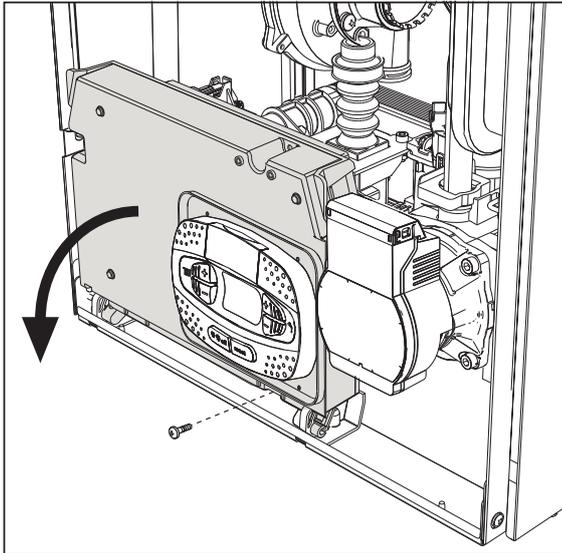
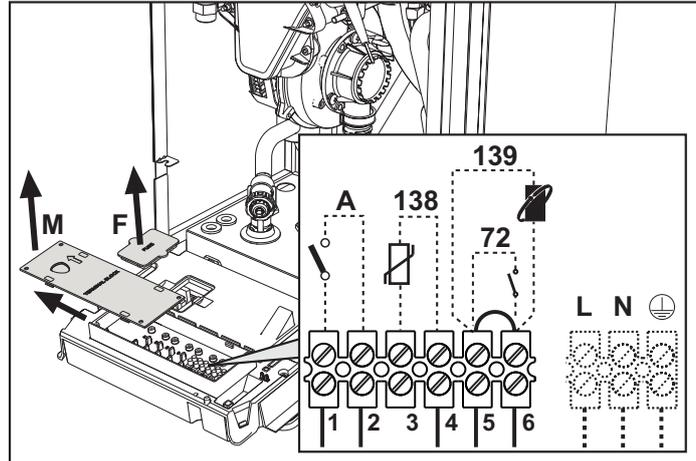

fig. 19
fig. 20
Nadat het voorpaneel is verwijderd (*** 'Openen van het voorpaneel' on page 122 ***), zijn het klemmenbord (M) en de zekering (F) toegankelijk door de onderstaande aanwijzingen te volgen (fig. 19 en fig. 20). **De klemmen die zijn aangegeven in fig. 20 moeten droge contacten zijn (niet 230V).** De plaats van de klemmen voor de verschillende aansluitingen staat ook vermeld in het schakelschema op fig. 43.
Configuratie ON/OFF-schakelaar (A fig. 20)